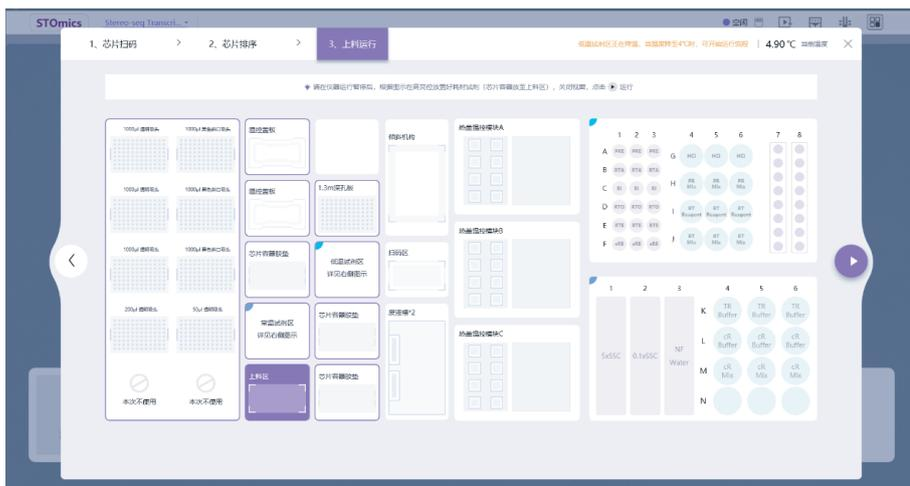

图 2-16 STOmics 软件上料运行界面
- a. 点击翻页按钮后 ，进入如下图 2-16 的“上料运行”界面。请确保所有物料耗材已如软件界面提示的位置已放进仪器内；
- b. 将装有芯片的芯片容器按照图 2-14 所示的正确方向（芯片容器编号 1 在左上角）放置在上料区（模块所在区可参见图 2-16）；